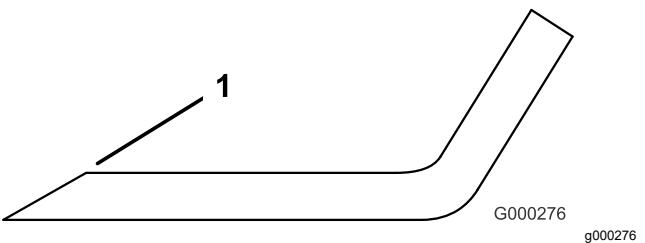

Figure 27
- Examinez les tranchants de toutes les lames et aiguissez-les s'ils sont émoussés ou ébréchés (Figure 27).
Remarque: N'aiguisez que le haut du tranchant et conservez l'angle de coupe d'origine pour obtenir une coupe nette (Figure 27). Limez la